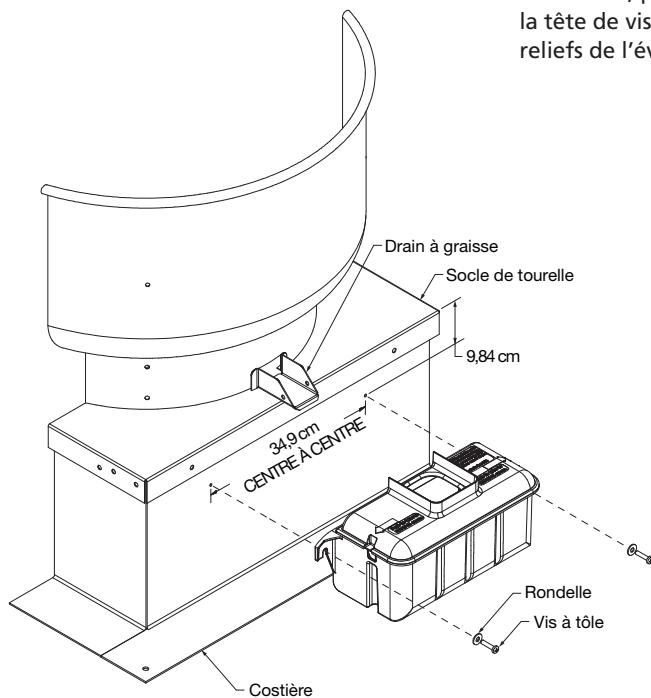

Figure 1 — Fixation à la costière
4. Attacher le récipient à l'aide de deux vis à tôle et rondelles plates fournies. Voir la Figure 1. Si la costière comporte des événements, prévoir un espace entre la tête de vis et le récipient pour les reliefs de l'évent.